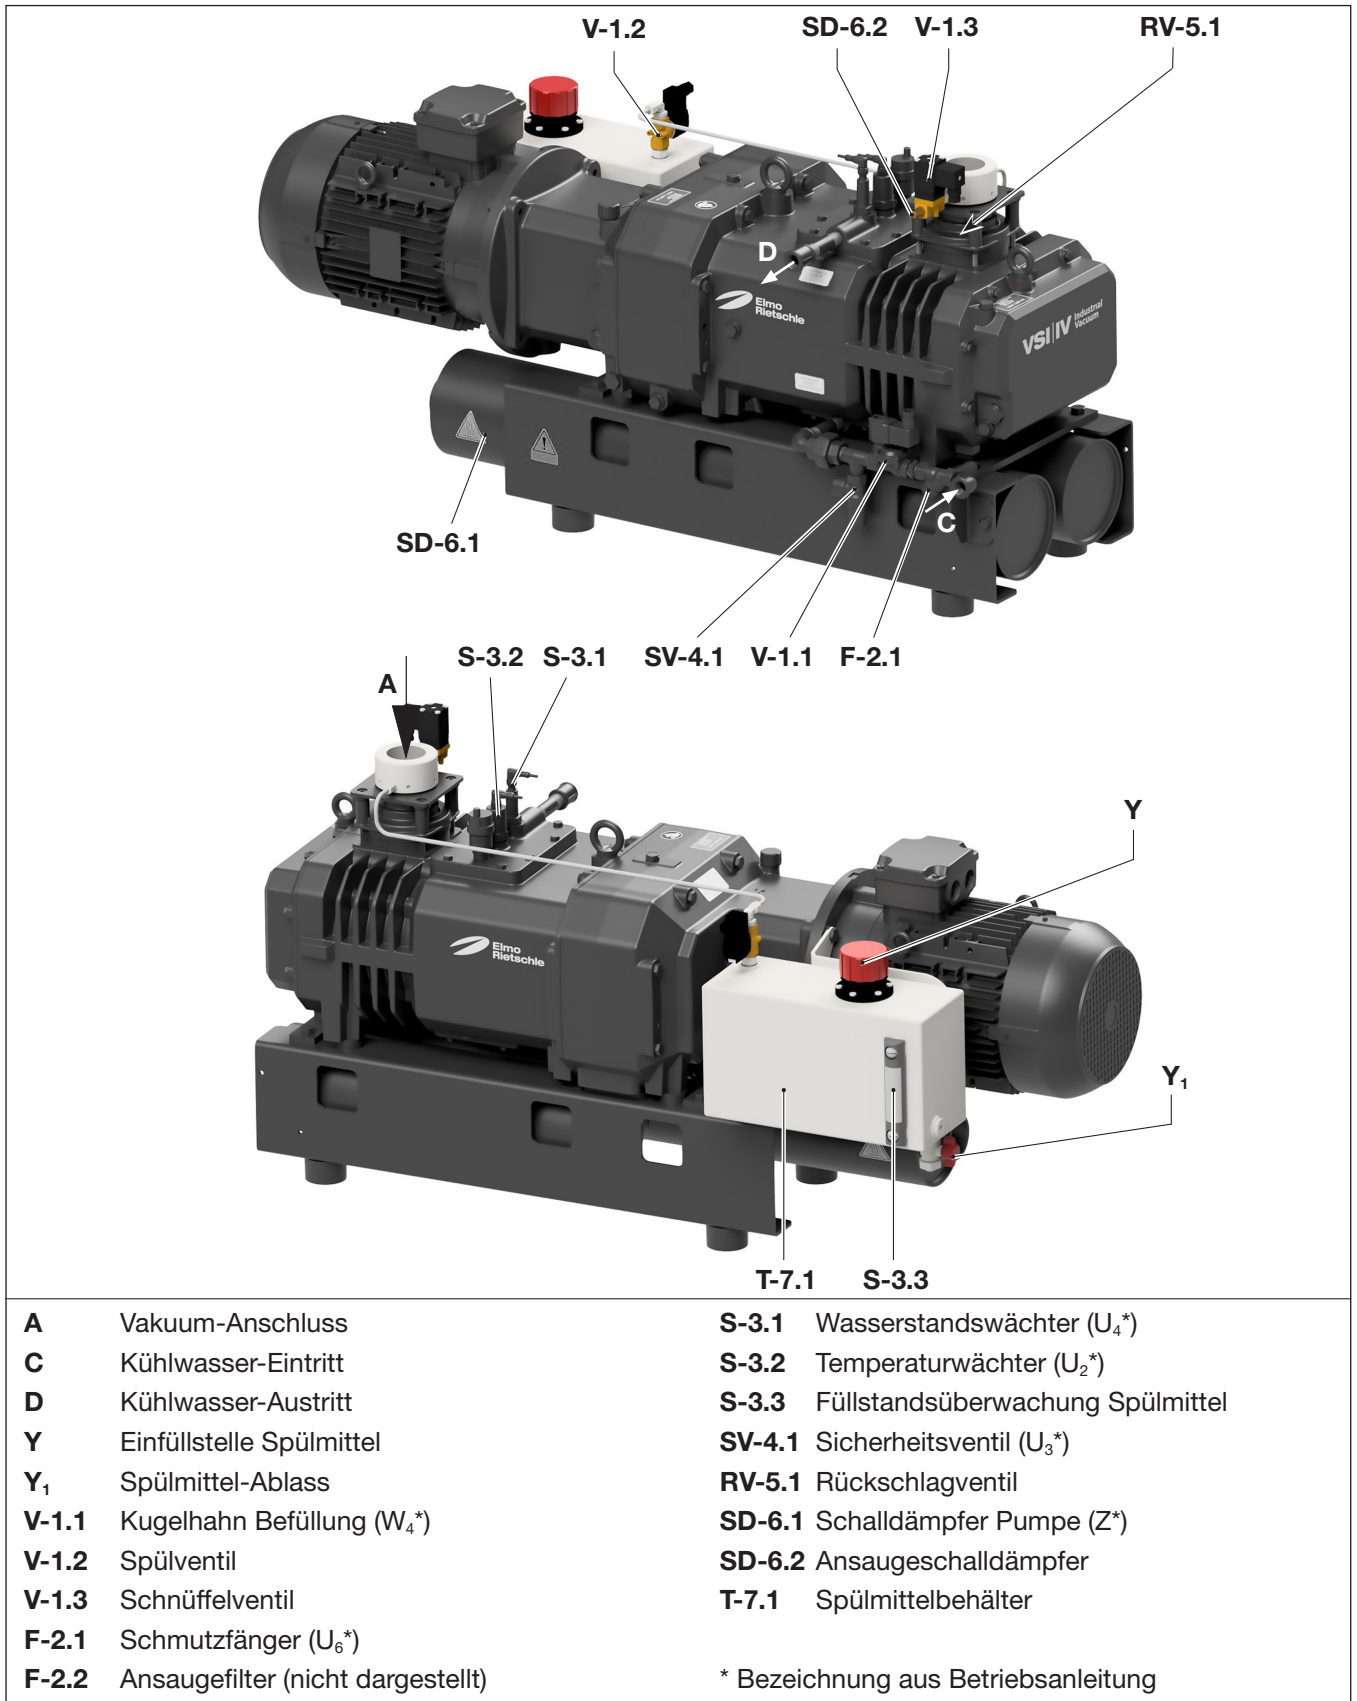
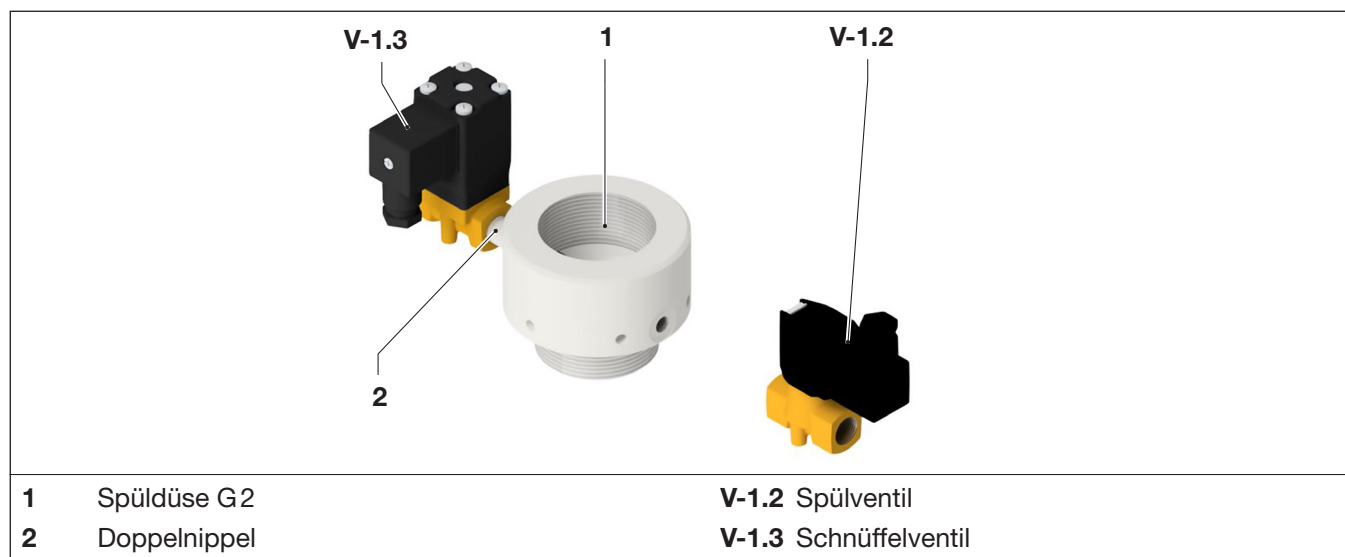

Abb. 1 Produktübersicht Spülmittleinrichtung
Abb. 4 Lieferumfang Spüleinrichtung lose, ohne Spülmittelbehälter
Das Spülen erfolgt durch ein geeignetes, kundenseitig festzulegendes Spülmittel, das in den angebauten Spülmittelbehälter (Abb. 1/T-7.1) eingefüllt werden muss. Während des Spülvorgangs wird das Spülmittel über ein angesteuertes Spülventil (Abb. 1/V-1.2) aus dem Spülmittelbehälter (Abb. 1/T-7.1) entnommen. Zur Überwachung des Füllstandes des Spülmittels ist eine optische Füllstandsanzeige (Abb. 1/S-3.3) am Spülmittelbehälter angebracht. Der Füllstand sollte regelmäßig überprüft und bei Bedarf Spülmittel nachgefüllt werden.
Wird die Spülmitteleinrichtung lose geliefert, ist diese durch den Kunden selbst zu montieren. Der Lieferumfang umfasst die notwendigen Bauteile (siehe Stückliste des Lieferumfangs). Das Schnüffelventil (Abb. 4/V-1.3) inklusive Schalldämpfer (Abb. 1/SD-6.2) ist bereits an der Spüldüse montiert. Die verbindenden Rohrleitungen sowie der Spülmittelbehälter sind nicht Teil des Lieferumfangs.
1. Die Spüldüse (Abb. 4/1) mit dem O-Ring auf den Vakuum-Anschluss (Abb. 1/A) der Pumpe aufschrauben.
2. Das Spülventil (Abb. 4/V-1.2) über eine Rohrleitung an die Spüldüse (Abb. 4/1) anschließen. Beachten Sie die unterschiedlichen Anschlussgrößen!
3. Das Spülventil (Abb. 4/V-1.2) an die kundenseitige Spülmittelzufuhr anschließen.
1. Die Schrauben-Vakuumpumpe VSI 301 XD läuft **5 Minuten** im Nachlauf bei geschlossenem Saugventil (nicht im R+I Schema dargestellt) und geöffnetem Schnüffelventil (Abb. 1, 4/V-1.3).
Hinweis: während des gesamten Spülprozesses bleibt das Schnüffelventil (Abb. 1, 4/V-1.3) geöffnet und das Saugventil geschlossen.
2. Nach Ablauf der 5 Minuten das Spülventil (Abb. 1, 4/V-1.2) für **30 Sekunden** öffnen (1. Spüldurchgang).
3. Anschließend das Spülventil (Abb. 1, 4/V-1.2) für **3 Minuten** schließen (Spülpause).
4. Danach für weitere **30 Sekunden** das Spülventil (Abb. 1, 4/V-1.2) erneut öffnen (2. Spüldurchgang).